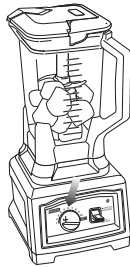

Fig. 7
- 9 Lorsque vous avez obtenu la consistance désirée, réduisez lentement la vitesse et éteignez l'appareil en soulevant le commutateur « Start/Stop/Pulse » (marche/arrêt/impulsion). (Fig. 7)